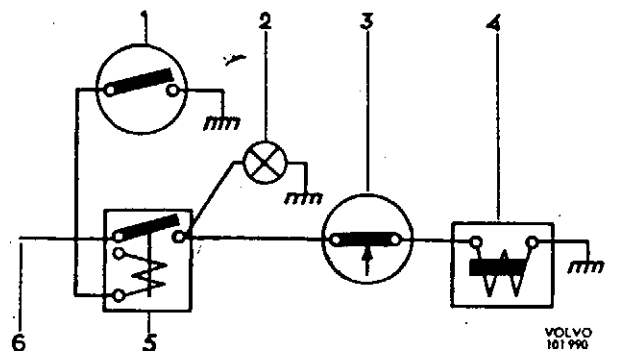

Abb. 3 Elektrischer Schaltplan.
Will man den Overdrive einlegen, so muß man einen Schalter, der hinter dem Lenkrad oder auf dem Armaturenbrett angebracht ist, bedienen. Der Strom fließt über diesen Schalter und geht weiter über den Kontakt auf dem Getriebe zum Magnetschalter (4) am Overdrive, siehe Abb. 3.